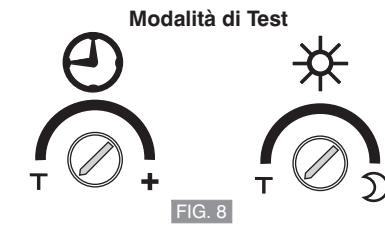

FIG. 8
- Ruotare delicatamente in senso antiorario il regolatore della luminosità (☼) e quello della temporizzazione (⌚) fino all'arresto (**posizione di TEST** - FIG. 8). **NOTA:** in questa modalità il controllo della luminosità viene escluso.